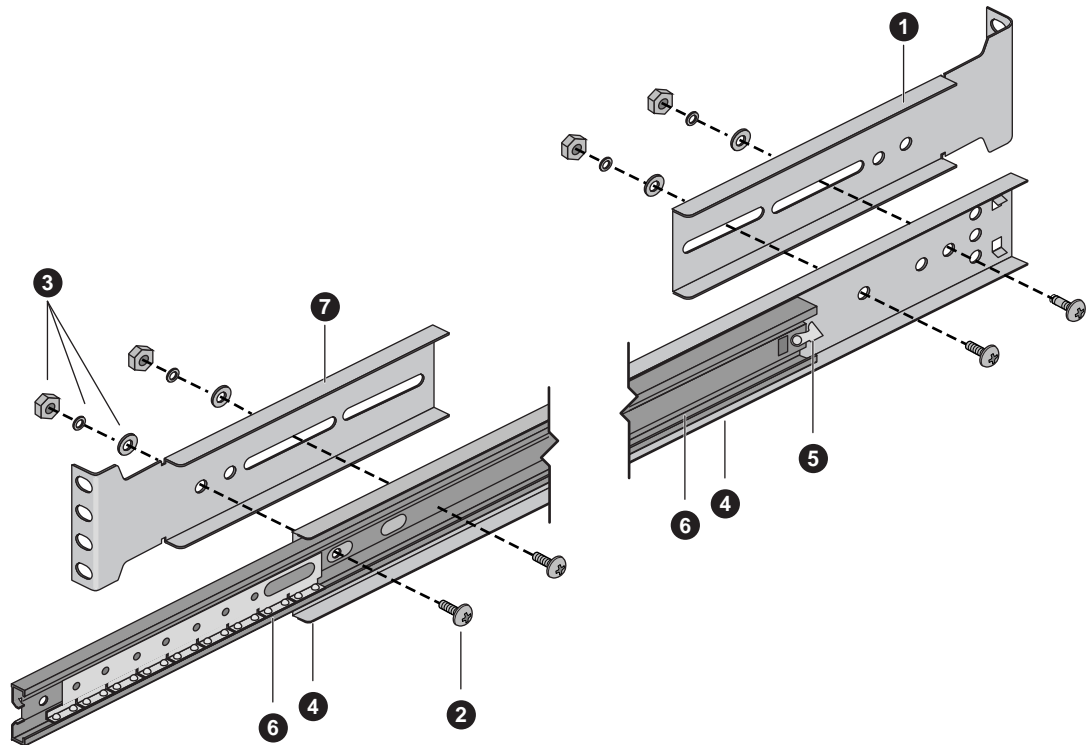

Abbildung B-3 Baugruppe aus mittlerer und großer äußerer Schiene
Befestigen Sie die Baugruppen aus mittlerer Schiene und großer äußerer Schiene mit Hilfe von Abbildung B-3 sowie der nachstehenden schrittweisen Anleitungen an den rechtwinkligen Klammern, die an die vertikalen Schienen des Racks geschraubt werden.
3. Schieben Sie die Baugruppe zur Vorderseite des Racks, bis das Ende der äußeren Schiene mit dem Ende des U-förmigen Abschnitts der vorderen Klammer bündig ist, siehe Abbildung B-3.
Abbildung B-3 zeigt die Schienenbaugruppe und spezifische Komponenten: